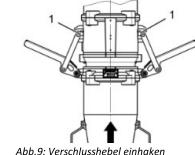

Abb.9: Verschlusshebel einhaken
2. Verschlusshebel des Steckers an der Rille der Steckdose einhaken (Abb.9/1)